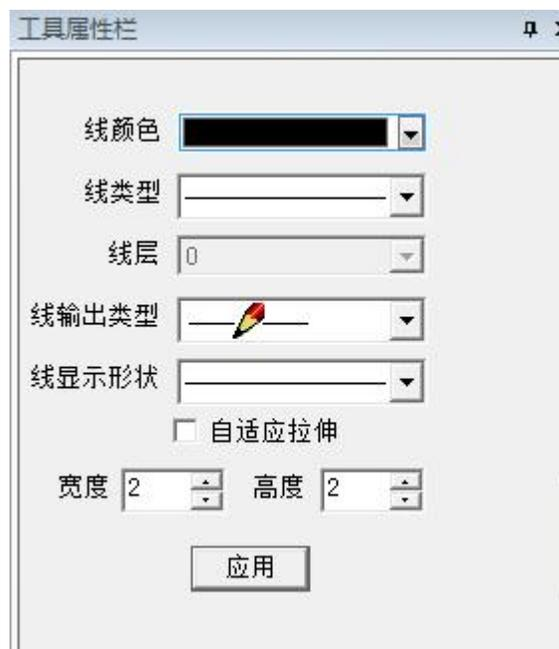

图 1.8
(16) **修改线属性**：单击选择线，弹出【工具属性栏】对话框，根据需求修改即可，按应用结束(如图 1.8)。